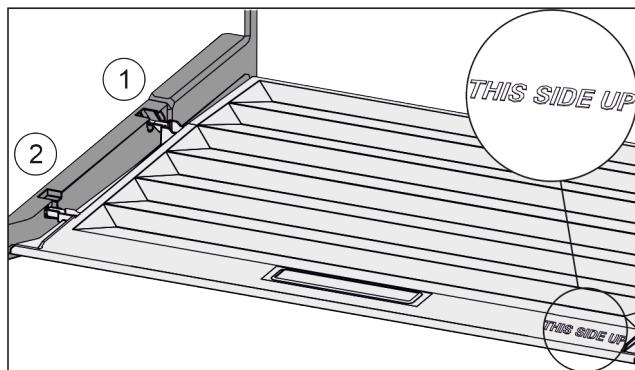

Fig. 74
- ▶ 从后部固定支架 Fig. 74 (1)开口导入桥形接片并卡入固定支架 Fig. 74 (2)的前端。